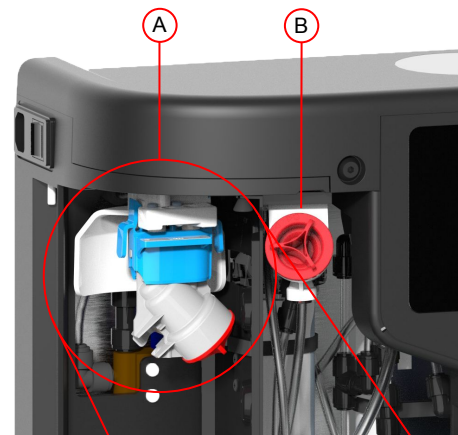

Fig. 1
4. Quando richiesto, installare il blocco di bypass spingendolo con decisione in posizione (vedere Fig. 1 e 2)